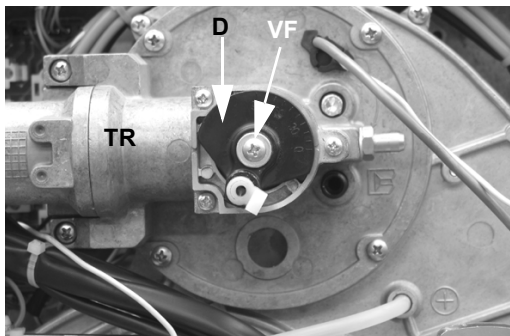

Fig. 20: Vecchia Posizione
- 8 Reinserire la flangia e la testa di combustione insieme e fissare le viti (Fig. 20)
- 9 Girare il disco **D** che fissa la valvola a farfalla, procedendo come segue (Fig. 20).
- 10 Svitare la vite **VF**.(Fig. 20)